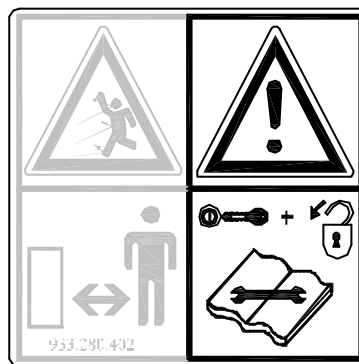
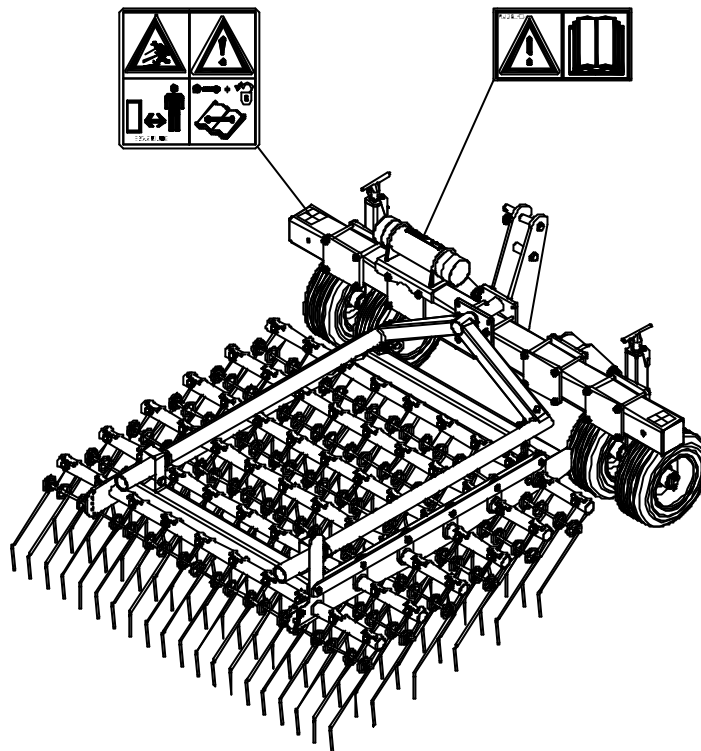

Fig. 2
Fig. 5
En cas d'entretien, de mise en place et de réparation, **toujours éteindre le moteur du tracteur et de retirer la clé de contact du tracteur.** (Fig.2)
De part et d'autre du Verti-Rake se trouvent (Fig. 5) des autocollants de sécurité (Fig. 2, 3, 4) avec une signification concordante. Ces autocollants de sécurité doivent être toujours bien visibles et lisibles et doivent être remplacés lorsqu'ils sont endommagés.
(7) Emplacement des autocollants de sécurité. (Fig. 5)